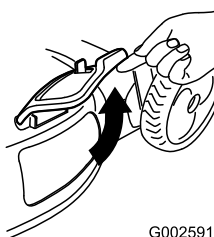

Figura 30
2. Alzate lo sportello di scarico laterale per aprirlo (Figura 30).